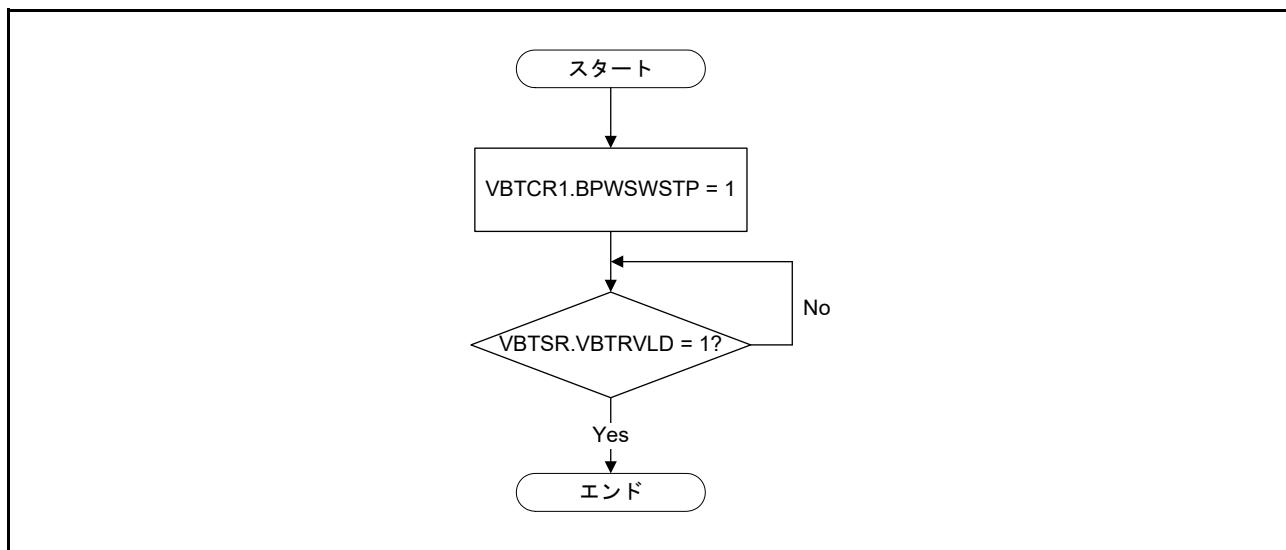

図 11.2 VBTCR1.BPWSWSTP ビットの設定フロー
- 注 . VBATT 機能を使用するか否かにかかわらず、パワーオンリセット後は、VBTCR1.BPWSWSTP ビットを 1 にする必要があります。VBTCR1.BPWSWSTP ビットの設定フローが、図 11.2 に示されています。また、VBATT 機能を使用する際は、他の関連レジスタの設定後に、VBTCR1.BPWSWSTP ビットをクリアする必要があります。
- 注 . 図 11.2 では、VBTSR.VBTRVLD ビットが 1 でない場合、ループを抜け出すために VBATT\_POR のリセット時間  $t_{VBATPOR}$  (「48. 電気的特性」を参照) を必要とします。